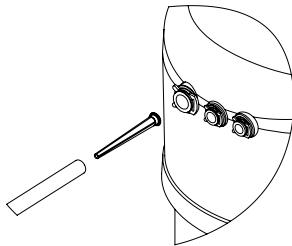

Рис. 6. Установка щелевой вставки
- Установите щелевую вставку в трубку 3/8" (9,5 мм) как указано на рис. 6 и подсоедините данный конец трубы к водоочистителю.
- Отсоедините трубку JG от водоочистителя. Извлеките щелевую вставку из трубы (см. рис. 6 на стр. 8).